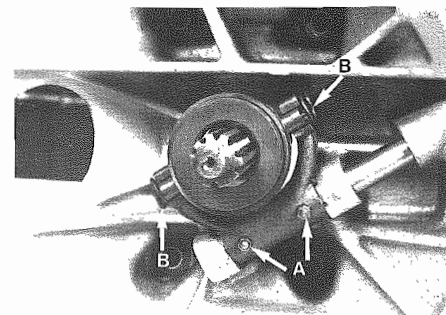

Fig. 13 - A - Spine di fissaggio
- Smontare il cuscinetto reggispinta: estrarre le due molle di ritegno (**Fig. 13**).
- Smontare il leveraggio di innesto: allentare i dadi di **Fig. 13** ed estrarre posteriormente le due spine di fissaggio; sfilare la leva comando.
- Remove pressure plate bearing: take out the two retaining springs (**Fig. 13**).
- Remove coupling control levers; the loosen nuts of **Fig. 13**, and from the back take off the two fixing pins; slip off control lever.